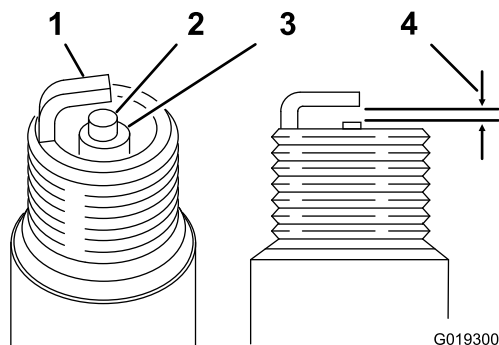

図 56
- 電極 (側面と中央) と碍子の状態を点検する (図 56)。
- エアギャップ (図 56) を 0.81 mm に調整する。